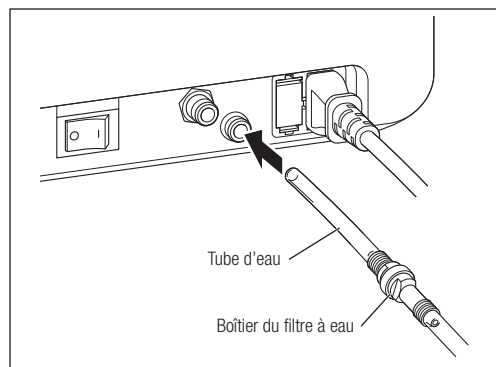

Fig. 10
- 1) Insérez profondément une des extrémités (celle dotée d'un filtre à eau) dans le raccord du tube d'eau (Fig. 10).